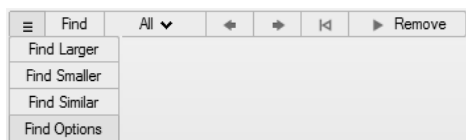

图 9-7
4) 注意：默认搜索值可能会自动查找到超过预期数目的倒角和圆角。单击操作栏上的  按钮，然后选择寻找选项，如图 9-7 所示。